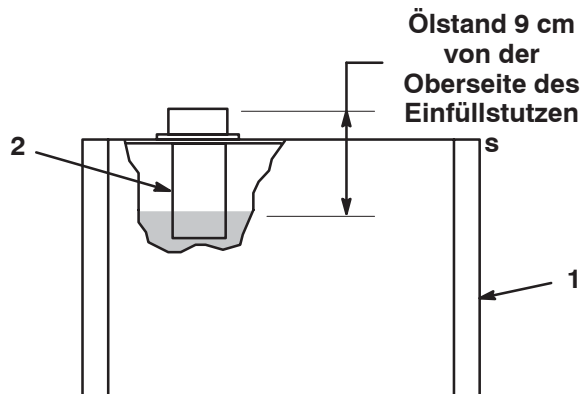

Bild 15
2. Nehmen Sie den Deckel vom Tank ab und prüfen Sie den Ölstand. Der Ölstand darf ungefähr 9 cm unter der Oberseite des Einfüllstutzens stehen (Bild 15).